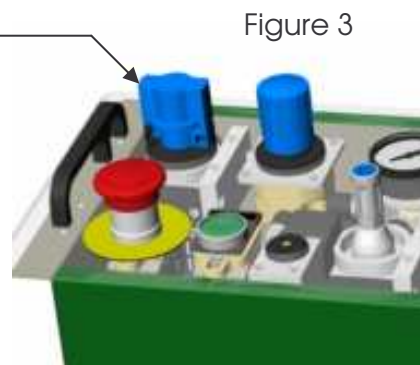

Figure 3
Isoler l'équipement de sa source d'énergie pneumatique en tournant la vanne manuelle du module d'Alimentation et Sécurité vers la position "0" (**voir figure 3 page suivante**).
- ◆ Autoriser la mise sous pression pneumatique de l'équipement en tournant le sectionneur du module d'Alimentation et Sécurité sur la position "1" (voir figure 3 page précédente).